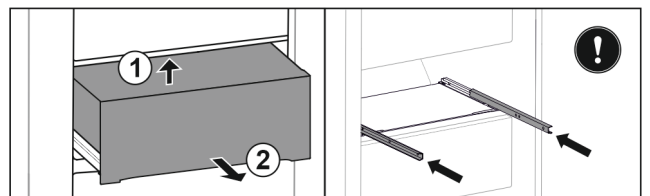

Fig. 49
- ▶ Sollevare il cassetto dal basso sul lato posteriore. Fig. 49 (1)
- ▶ Rimuovere il cassetto tirandolo in avanti. Fig. 49 (2)